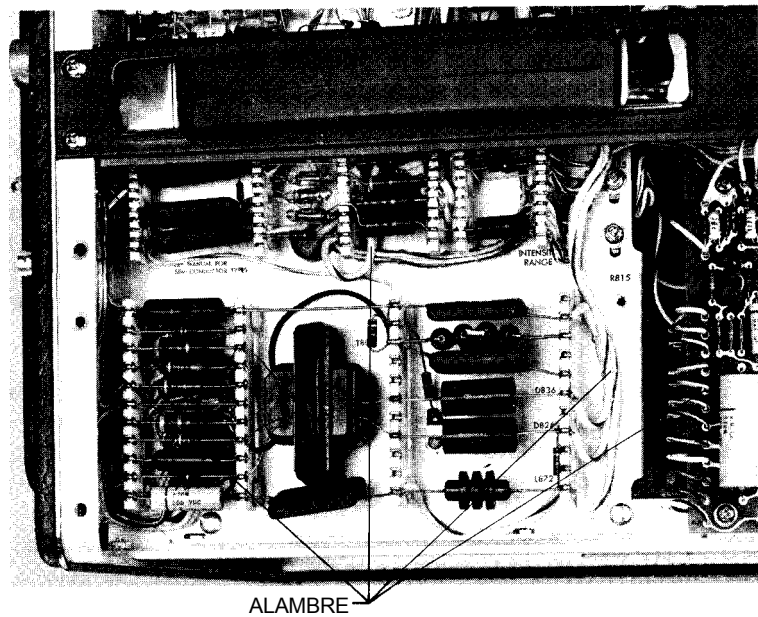

Fig. 25-5. Alambre de conexión utilizado en un circuito de osciloscopio (Tektronix, Inc.).
**Alambre para conexiones.** El alambre para conexiones se usa principalmente para alambrear los componentes en un circuito (Fig. 25-5). Se compone de alambre de cobre macizo o trenzado con aislamiento plástico. Los calibres más comunes varían del no. 18 al 24 de la AWG (1.00 a 0.50 mm).
**Alambre para electroimán.** El alambre para electroimán es un alambre macizo; por lo general es redondo y está aislado con una delgada y resistente capa de compuesto plástico, similar a un barniz. A este tipo de alambre se le conoce a menudo como alambre para electroimán de esmalte *ordinario* (EO). Los calibres más comunes van del no. 14 al no. 40 de la AWG (1.60 a 0.08 mm). Se le llama alambre para electroimán debido que se utiliza para devanar las bobinas en electroima-